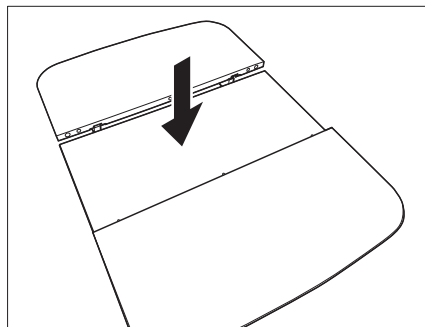

Fig. 109 Bajar la pieza central
- Empujar con fuerza la parte central de la mesa hacia abajo (Fig. 109). La parte central se presiona por la fuerza de resorte hacia arriba.
- Empujar con fuerza la parte central de la mesa hacia abajo. La parte central se engatilla en la posición inferior (Fig. 109).